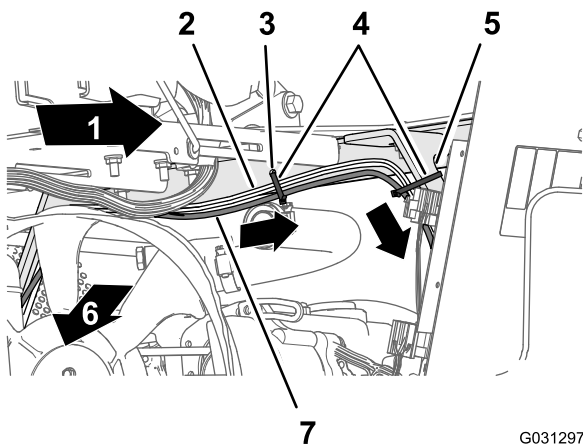
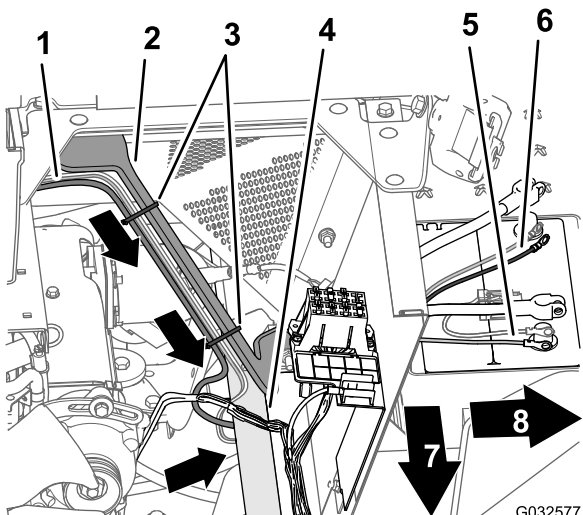

Figura 163
Figura 164
3. Passe a secção com 220 cm da cablagem elétrica para o sistema de navegação para baixo ao lado do suporte esquerdo para o resguardo do motor e debaixo do tubo da estrutura esquerdo (Figura 163).
4. Prenda a cablagem ao orifício no lado da caixa do banco e o suporte do resguardo do motor com três braçadeiras de cabos (Figura 163 e Figura 164).
5. Passe o fusível de 10 A e os terminais de anel positivo e negativo da secção com 220 cm da cablagem elétrica para o sistema de navegação pela parte superior da bateria (Figura 164).